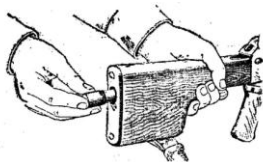

Рис. 27. Вкладывание пенала принадлежности в гнездо приклада
9. **Вложить пенал в гнездо приклада.** Уложить протирку, ершик, отвертку и выколотку в пенал и закрыть его крышкой, вложить пенал дном в гнездо приклада (рис. 27) и утопить его так, чтобы гнездо закрылось крышкой. У автоматов со складывающимся прикладом пенал убирается в карман сумки для магазинов.